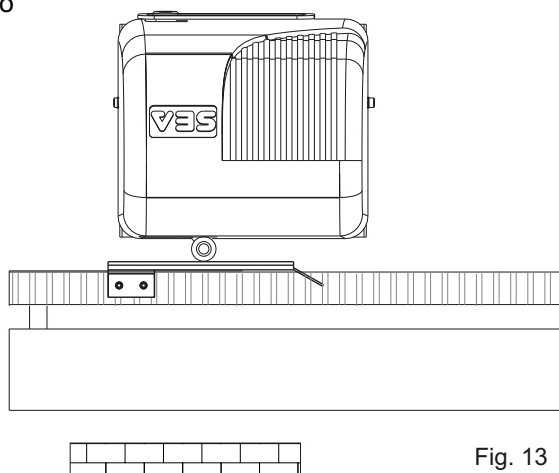

Fig. 13
- Posicionar la plaquita sobre la cremallera para que el tope (palanquita en caso de tope mecánico (Fig. 13); rehiletos de indicación puestos en la parte superior en caso de tope inductivo (Fig. 14)) en correspondencia del punto X que está a 50 mm desde el lado doblado de la plaquita (Fig. 15) y fijarla con los tornillos en dotación (Fig. 16).